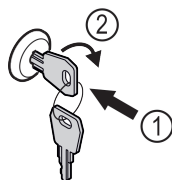

Fig. 167 Immagine a titolo di esempio
- Inserire la chiave Fig. 167 (1).
- Ruotare la chiave di 90° in senso orario Fig. 167 (2).